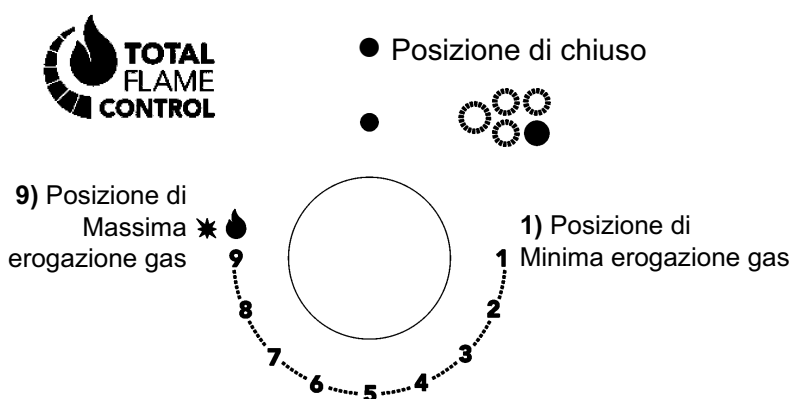

FIG. 1
Premere e ruotare in senso antiorario la manopola corrispondente al bruciatore da usarsi, portarla sulla posizione di massimo  (Posizione 9, fig. 1) quindi premere la manopola a fondo, il rubinetto è dotato di una scala di 9 posizioni, ad ogni scatto la fiamma si riduce fino ad arrivare alla posizione di 1, cioè alla minima erogazione di gas.
Con i bruciatori dotati di termocoppia di sicurezza, si deve ruotare in senso antiorario la manopola corrispondente al bruciatore da usarsi, portarla sulla posizione di "Massimo" (posizione 9 fig. 1) sino ad avvertire un piccolo fermo quindi premere la manopola. Ad accensione avvenuta mantenere premuta la manopola per circa 10 secondi. Quindi seguire le istruzioni dell'uso del rubinetto come spiegato in precedenza.
- Quando si è giunti all'ebollizione portare la manopola in posizione di "Minimo" (Posizione 1 fig. 1).
- *l'accensione dei bruciatori con termocoppie di sicurezza può avvenire solamente quando la manopola è sulla posizione di Massimo "9" (fig. 1).*